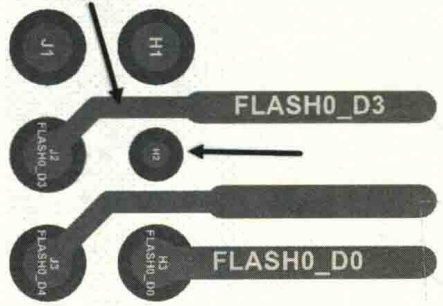

图 14-26 EMMC 的出线方式
(1) NAND Flash 与 EMMC 一般通过双布线兼容设计, 如图 14-26 所示。EMMC 芯片下方在敷铜时, 焊盘部分需要增加敷铜禁布框, 避免铜皮分布不均匀影响散热, 导致贴片时出现虚焊现象。
(2) 走线尽量走在一起, 并包地处理, 空间准许的情况下可以等长处理, 误差不要超过 $\pm 100\text{mil}$ , 以提高 EMMC 的稳定性和兼容性。
(3) EMMC 处为 BGA 为  $0.5\text{mm}$  的 Pitch 间距, 为了避免局部使用较小的线宽和间距提高整体生产难度及成本, 无用的焊盘可以通过改小的办法出线, 如图 14-26 所示。